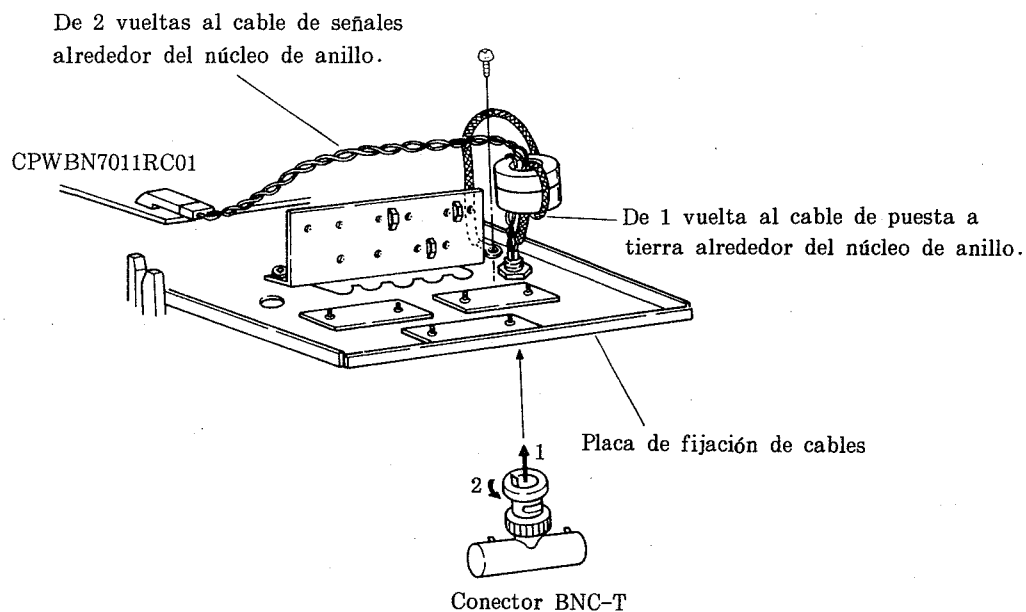

Figura 29
- (7) Bobine el cable de bifurcación interno en el núcleo de anillo (RCORF6629RCZZ) (2 vueltas), y conecte el cable interno al conector en la tarjeta de control en línea. (Vea la figura 29.)
- (8) Utilice el tornillo de fijación para conectar el cable de puesta a tierra del cable de bifurcación interno a la placa de fijación de cables. (Vea la figura 29.)
- (9) Conecte el conector BNC-T al cable interno. (Vea la figura 29.)